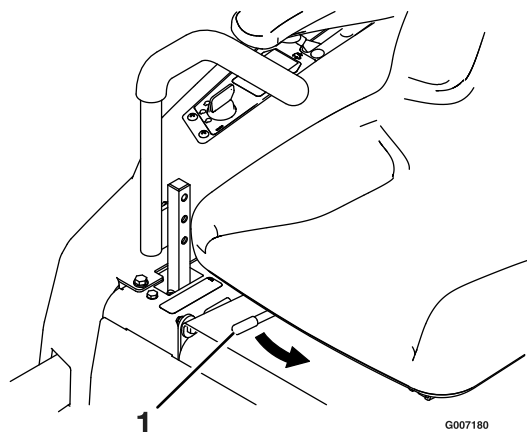

Figura 17
1. Empuje la palanca de ajuste hacia el centro de la máquina para liberar el raíl de ajuste del asiento (Figura 17).